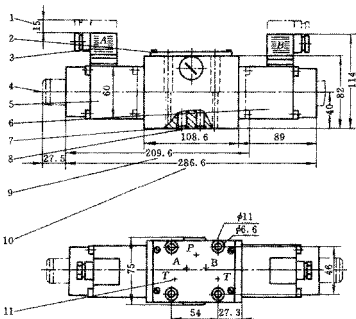

图 21.7-13 4WRA10 型直动式比例换向阀外形尺寸
(B) 4WRA10 型直动式比例换向阀外形与安装 见图 21.7-13。